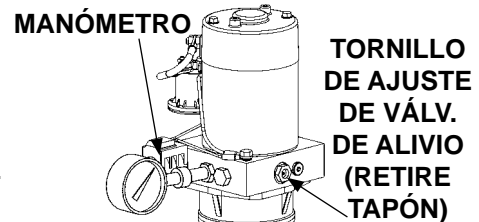

FIG. 37-2
9. Con la plataforma sobre el suelo, retire la manguera de presión y conector de la bomba, reemplácelos con un manómetro de rango 0-4000 psi de presión. Empuje el interruptor de control en la posición "arriba". Ajuste la válvula de alivio al lado de la bomba hasta que el manómetro marque 3250 psi (FIG. 37-2). Retire el manómetro y vuelva a instalar la manguera.